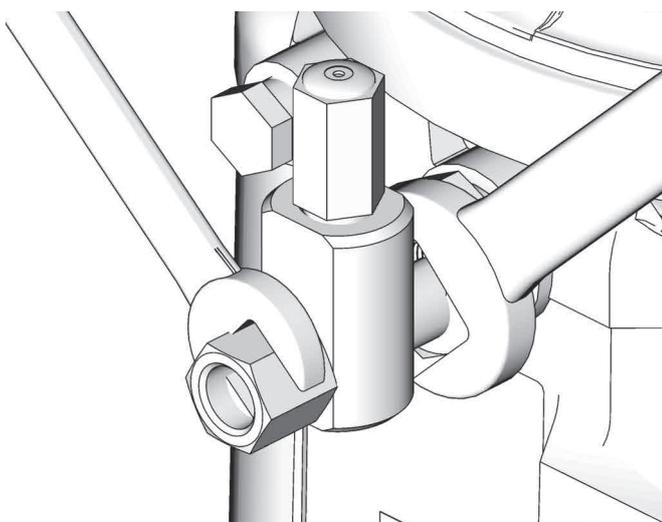

FIG. 6
- Utilisez toujours deux clés travaillant dans des directions opposées, pour raccorder quoi que ce soit à l'élément de pompe ou aux raccords auxiliaires. Consultez la FIG. 6 à titre d'exemple.